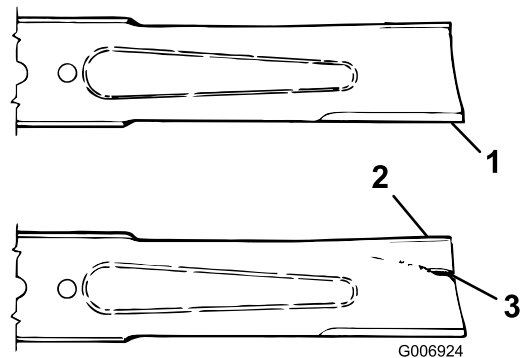

Figura 60
2. Verificate accuratamente i taglienti, con particolare attenzione ai punti d'incontro delle sezioni piatta e curva della lama (Figura 60). Sabbia e materiali abrasivi possono consumare il metallo che connette le sezioni piatta e curva della lama, per cui si consiglia di controllare la lama prima di usare la macchina. Se notate che la lama è consumata (Figura 60), sostituirla; consultate il paragrafo Rimozione della lama.
Se continuate ad usare la lama usurata, si forma una scanalatura tra la costa e la sezione piatta della lama (Figura 60). Alla fine, un pezzo di lama può staccarsi e venire lanciato dal sottoscocca, con il rischio di ferire gravemente voi o gli astanti.